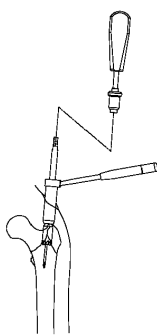

図5
- 4) 大転子の骨折部付近にネール挿入口を作成する場合には、クラウンリーマーを用います。 (図5)